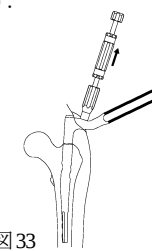

図33
- 6) 抜去ハンドルを回転させながらネイルを引き抜きます。ネイルが固着している場合などは、ターゲットデバイス用インパクトを抜去ハンドルに固定し、ハンマーをスライドさせてネイルを引き抜きます。(図33)